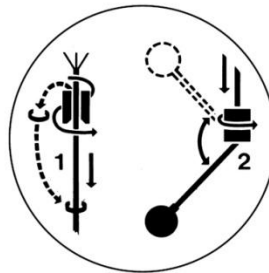

FIG.7
**VORGESEHEN.** Eine korrekte Installation des Gegengewichtes gemäss den aus Bild 7 hervorgehenden Anweisungen vornehmen.